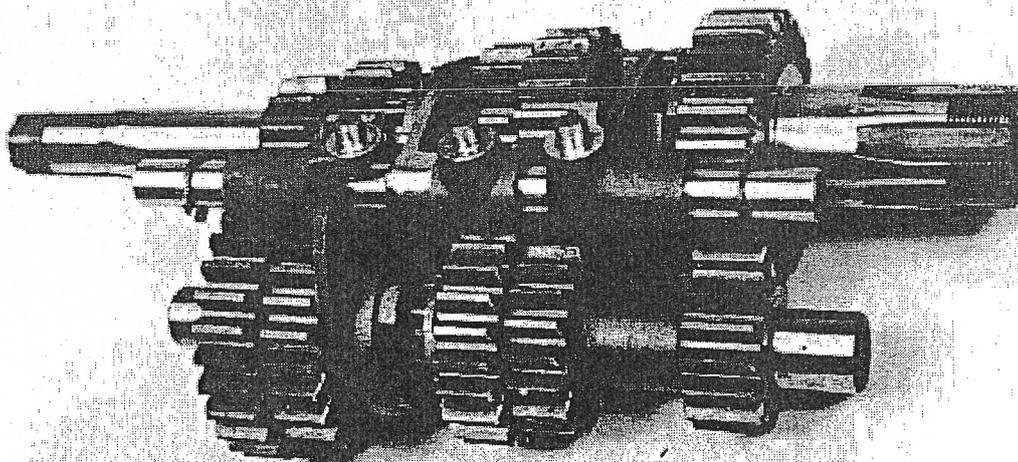

FIG.41
9. Mira con detenimiento la Fig 41. Nos muestra el orden en que van colocadas las horquillas en el eje porta horquillas. La de la izquierda es la de la primera y la tercera marcha y se ajusta en el piñón con tetones del eje secundario. La segunda es la del centro, y se ajusta en el piñón con tetones del eje primario. La de la derecha es la horquilla de la cuarta y la quinta marcha, y se ajusta en cruceta del eje primario.